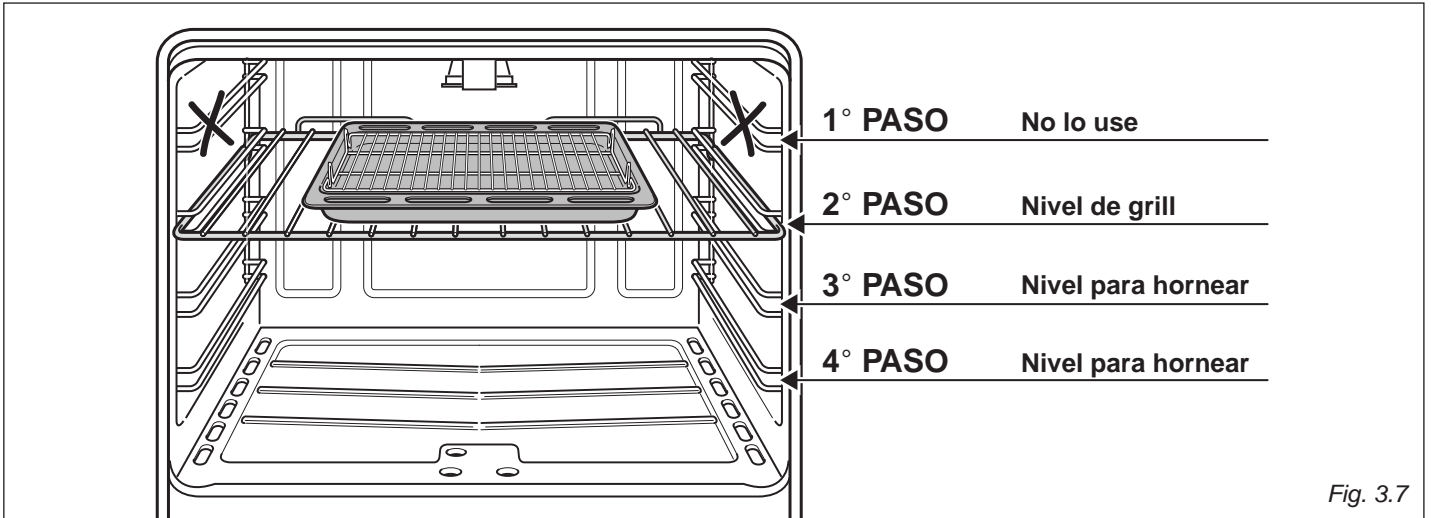
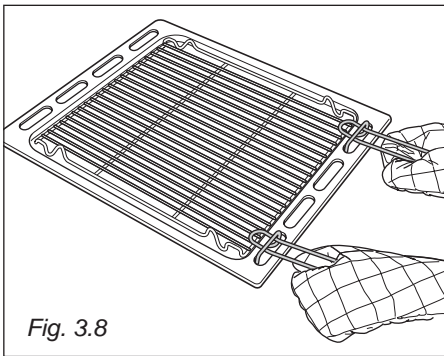

Fig. 3.7
Fig. 3.8
- Sitúe la parrilla en el segundo nivel empezando por arriba (fig. 3.7).
- Introduzca la bandeja para recoger la grasa (bandeja + parrilla) en el horno (fig. 3.8). Sitúe la bandeja para recoger la grasa sobre la parrilla y céntrala con el quemador del grill (fig. 3.7).
Importante: Use siempre los agarraderos especiales suministrados con el aparato para meter/sacar la bandeja para recoger la grasa (fig. 3.8, 3.9, 3.10, 3.11, 3.12, 3.13).